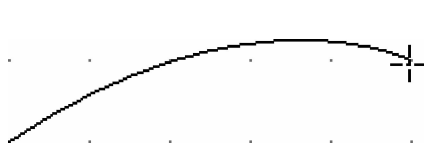

图 6-97 确定贝塞尔曲线的第三点
- 1) 继续移动鼠标，在合适位置单击鼠标确定第三点，生成一条弧线，如图 6-97 所示。